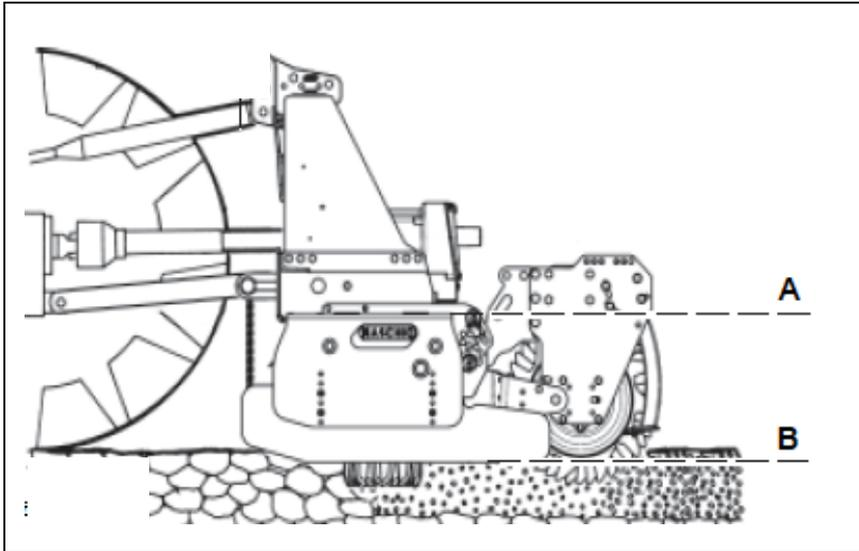

图 2
- ◆ その後、トップリンクを取り付けます。この時に、機械の耕運部カバーが圃場に対して平行に上がるように、トップリンクのターンバックルと、機械のピン位置で調節してください。トラクター PTO 軸とカバー上面が平行になる状態(図 2)